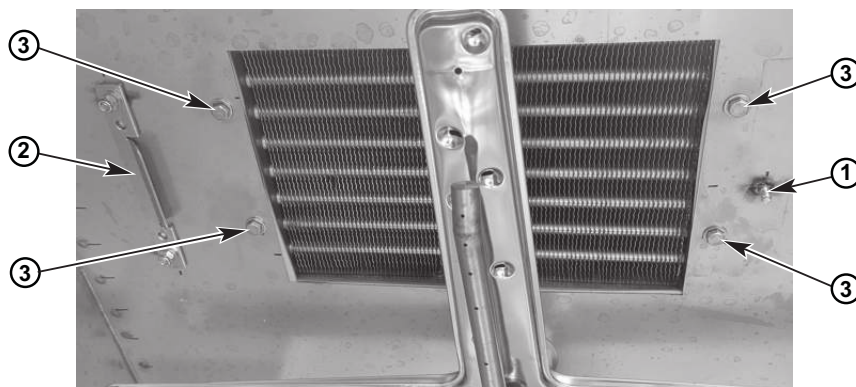

Fig. 4
- a. Retirez l'écrou et la rondelle du goujon situé sur le côté opposé du déflecteur par rapport au support de maintien (1, Fig. 4).
- b. Faire glisser le déflecteur sur le côté pour le libérer du support de maintien (2, Fig. 4).
- c. Retirez les (4) boulons, les rondelles de blocage et les rondelles (3, Fig. 4) qui fixent l'ensemble de récupération d'énergie à l'intérieur de la chambre de lavage.